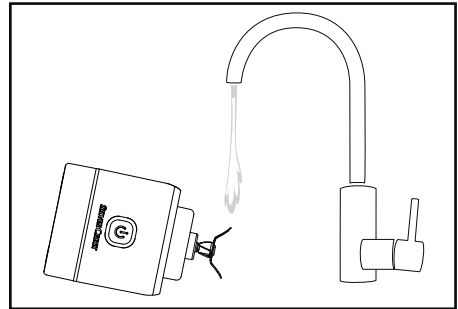

Fig. 2
- Enjuague exclusivamente la cuchilla **5** con mucho cuidado bajo el agua corriente; en caso necesario, utilice también un cepillo de limpieza. Para ello, asegúrese de que no caiga agua en el bloque motor **9** y no sumerja nunca el aparato en agua! Incline el aparato de forma que el chorro de agua solo caiga sobre la cuchilla **5** (consulte la fig. 2). Si realiza la limpieza justo después de usar el aparato, le será más fácil eliminar los restos.